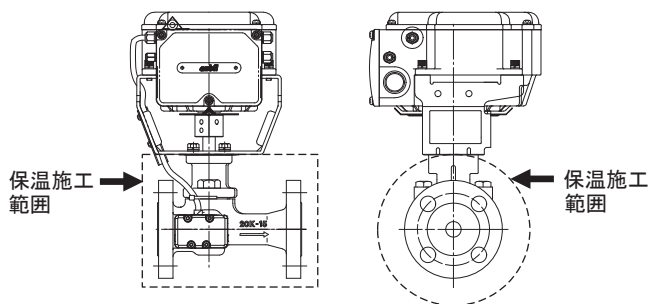

図10 保温施工
- 保温施工は、『図10 保温施工』の [] の範囲内で処理してください。